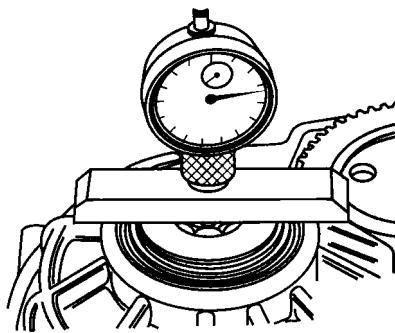

图 5-37 安装千分表
- ④ 以 1 mm 预紧量将千分表装到螺栓头中间, 如图 5-37 所示。